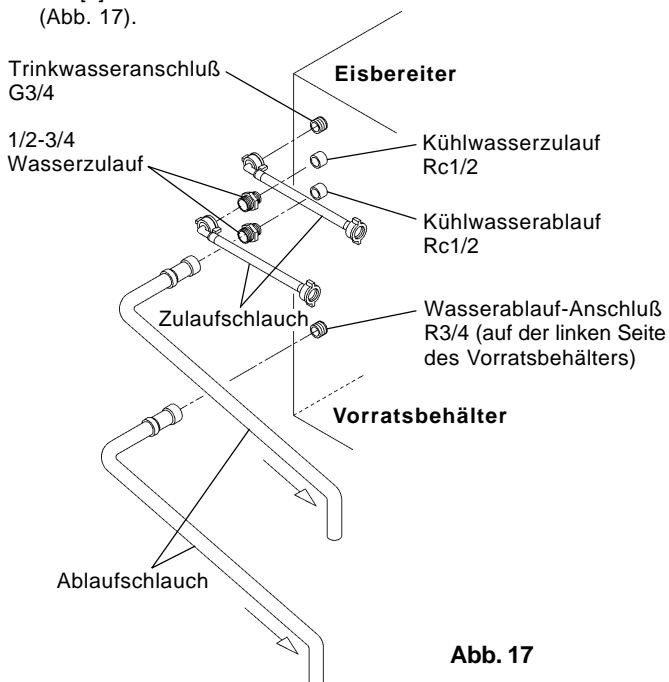

Abb. 17
**[b] Anschlüsse entsprechend anderer als der WRC-Bestimmungen für Zubehörschläuche (Abb. 17)**
- 2) Zum Anschluß des Verflüssigers mit den mitgelieferten Zubehörschläuche die gleichen Verbindungen wie oben in 1) bis 3) von [a] an den freien Enden der 1/2-3/4 Wasserzuläufe ausführen (Abb. 17).